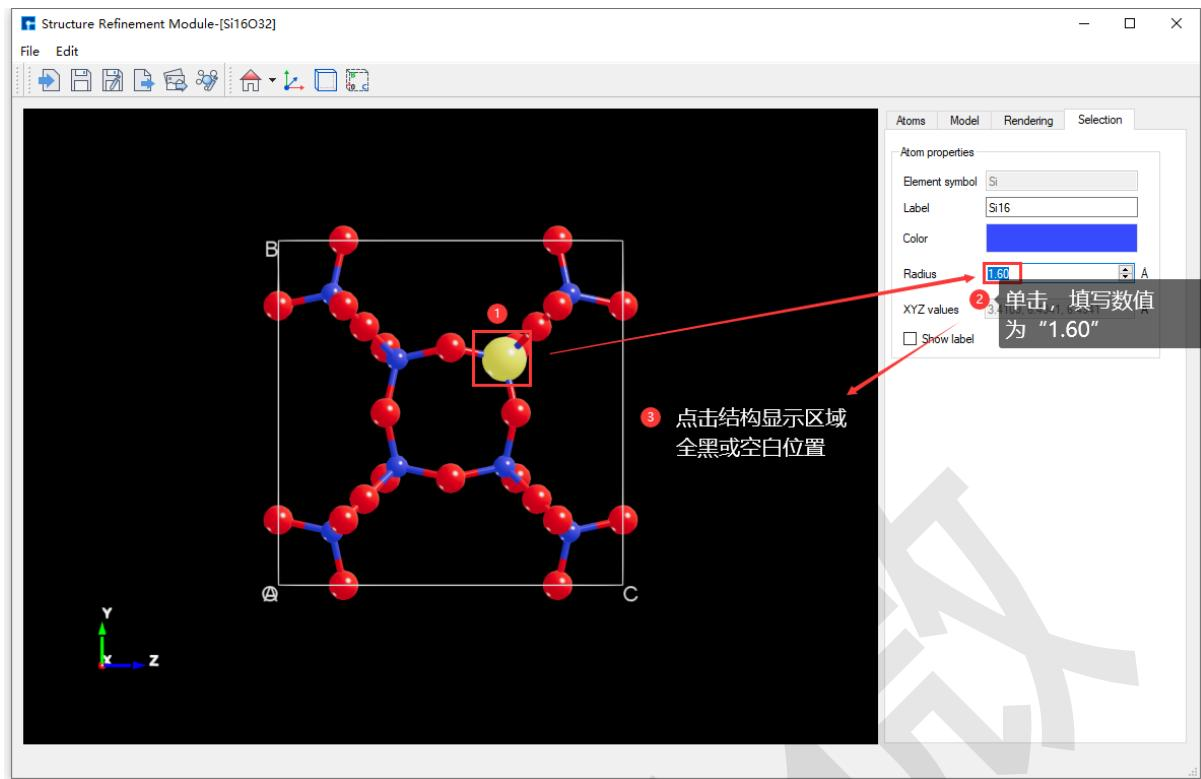
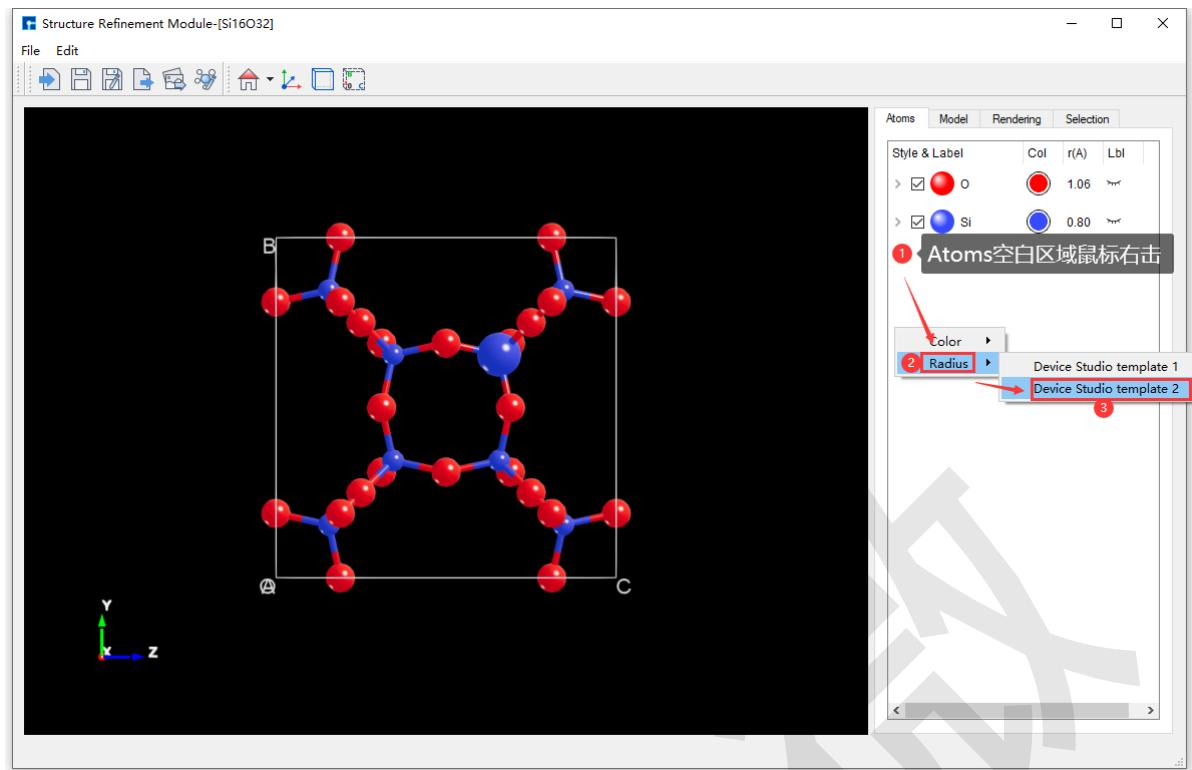
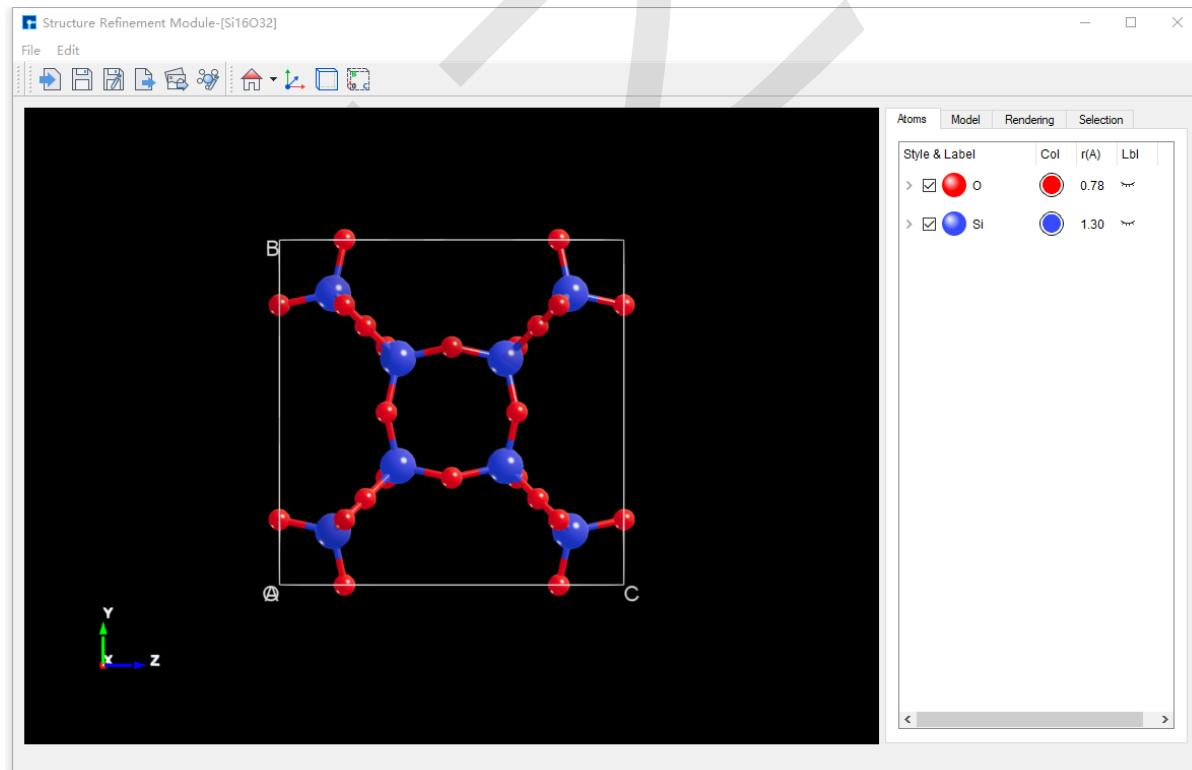

图 7.37: 选中原子: 将 Si₁₆O₃₂ 晶体结构中 Si₁₆ 原子的半径由 0.80 修改为 1.60 的操作界面
图 7.38: 修改 Si16O32 晶体结构中所有元素的半径的操作界面
图 7.39: 修改 Si16O32 晶体结构中所有元素半径完成后的界面
2. 方式二: 鼠标点击选中 Si₁₆ 原子, 如图 7.37 所示为将 Si₁₆O₃₂ 晶体结构中 Si₁₆ 原子的半径由 0.80 修改为 1.60 的操作界面。
Si₁₆O₃₂ 晶体结构中含 Si 和 O 2 种元素，在 图 7.37 基础上修改 Si₁₆O₃₂ 晶体结构中所有元素的半径（可认为切换为 Device Studio template 2 模板的半径）的操作界面如 图 7.38 所示，修改完成后的界面如 图 7.39 所示。